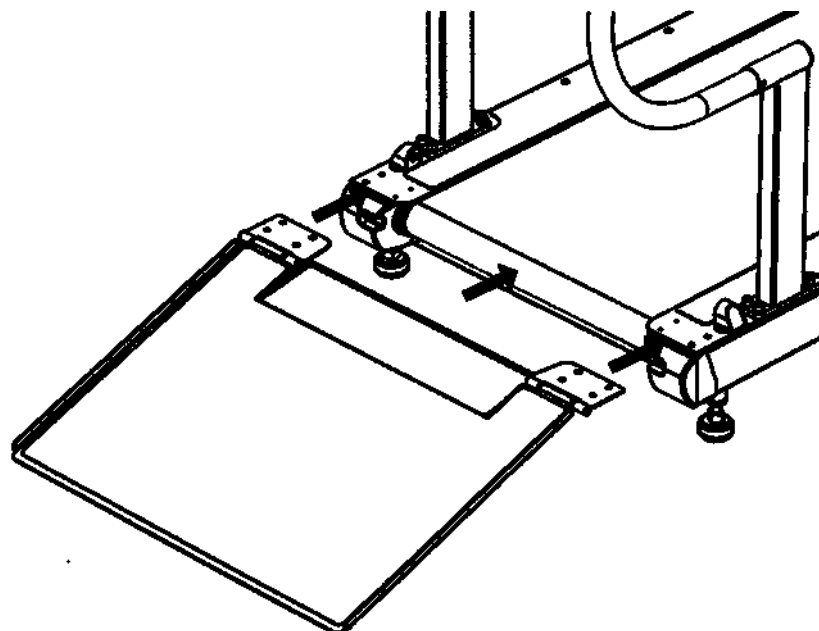

Рисунок 37 - Этап 1 установки рамп на беговую дорожку
- расположите ramпу рядом с беговой дорожкой (Рисунок 37);